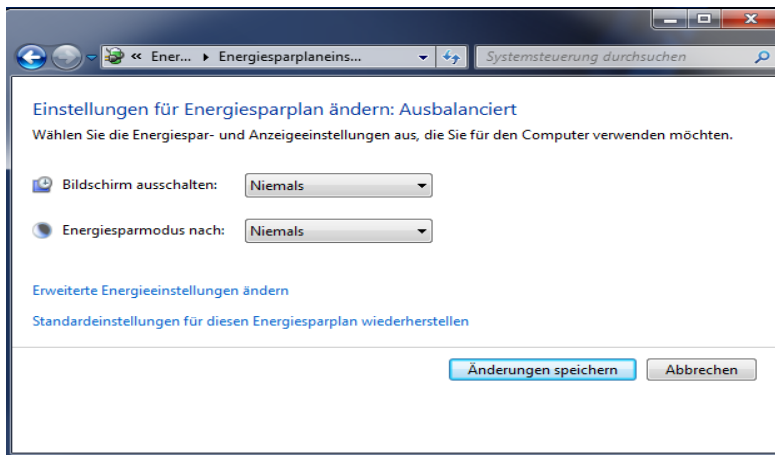

Abbildung 1-8 Konfiguration der Energieoptionen für Windows 7
- b) Im eingblendeten Popup-Fenster, stellen Sie **Bildschirm ausschalten** and **Energiesparmodus nach** auf **Niemals** (siehe Abbildung 1-8 auf Seite 30).